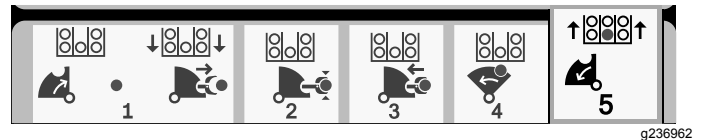

Bild 25
10. Lassen Sie die Taste los, um zum nächsten Schritt in der Folge zu gehen (Bild 25).